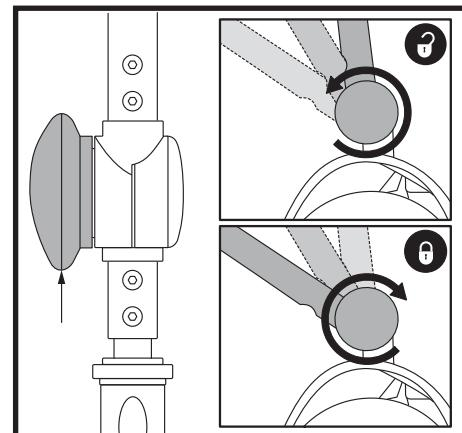

Abb. 23. Lenkersicherungshebel
EINSTELLUNG DES LENKERWINKELS (Siehe Abb. 23)
1. Entfernen Sie den Sitz und das Batteriepack (siehe „Vorgehensweise zur Zerlegung“ auf der vorherigen Seite), senken den Lenker ab und ziehen den Lenkersicherungshebel an. **Siehe Abb. 23.**
3. Den Hebel anheben und fest den Lenkersicherungshebel drücken. **Siehe Abb. 23.**